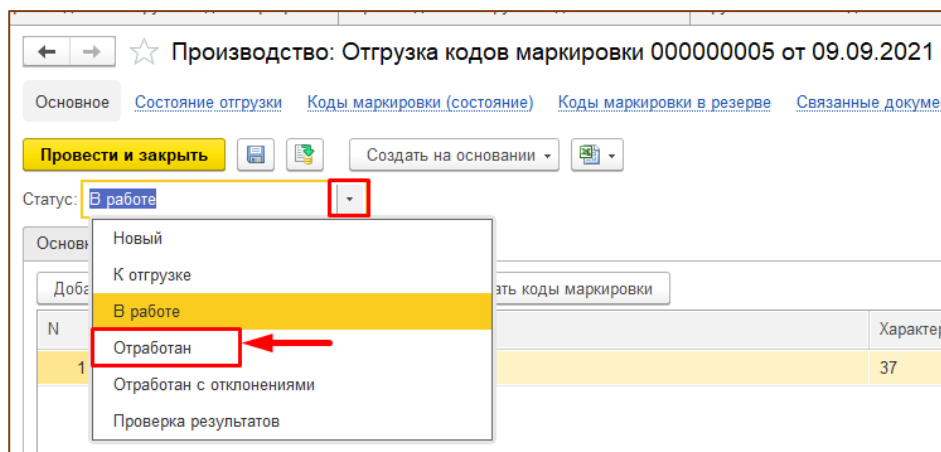

Рис. 11.7 - Перевод документа в статус "Отработан"
3. После окончания сканирования оператору склада необходимо перевести документ отгрузки в 1С: Total Mark в статус «Отработан» (Рис. 11.7).